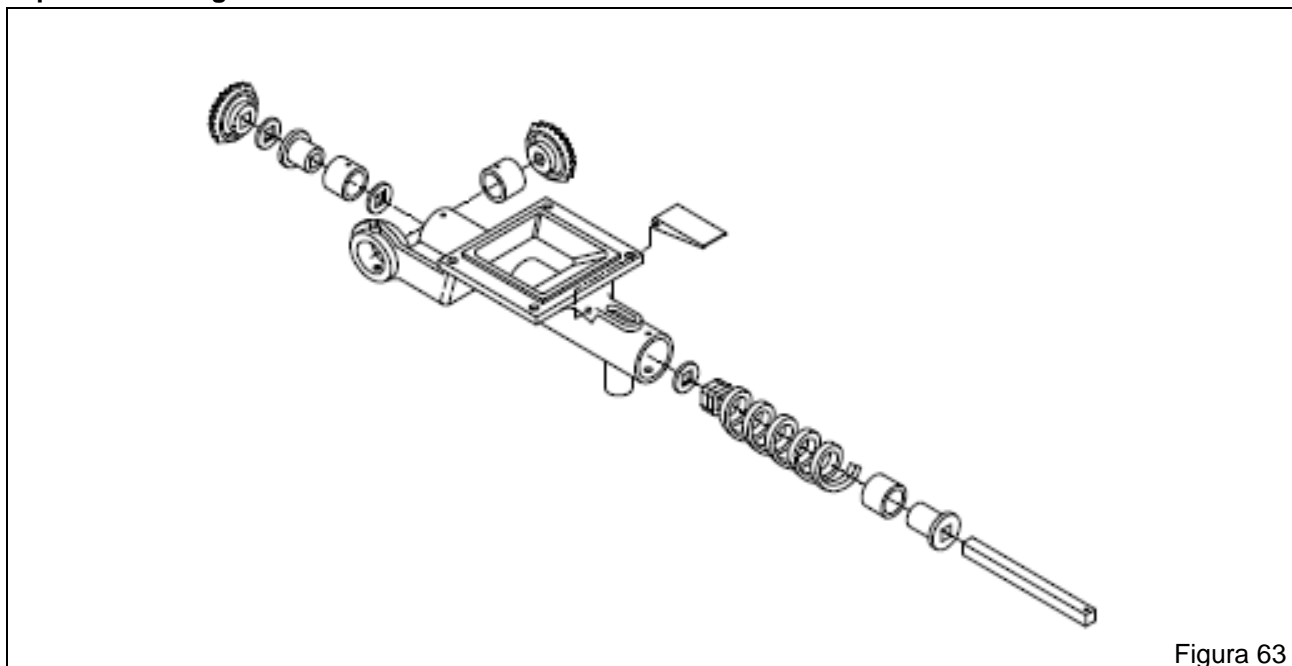

Figura 63
- Retire o contrapino "A" que fixa o eixo "B" na engrenagem cônica "C", e puxe o conjunto do eixo e rosca sem fim (Figura 63).
- Efetue a substituição da rosca sem fim, encaixe o eixo com a rosca sem fim no corpo do dosador, colocando as arruelas, buchas internas e externas e fixe os contrapinos novamente (Figura 63).